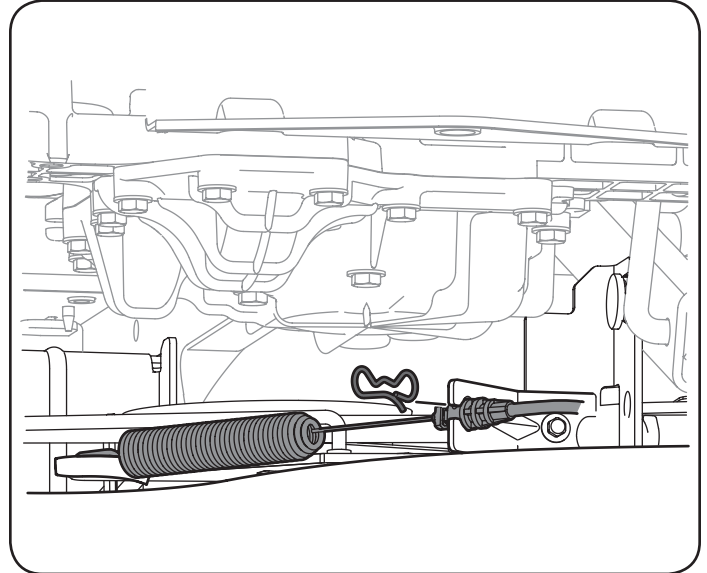

Figura 25
- e. Extraiga el pasador de chaveta que sujeta el cable de la PTO al soporte de la plataforma, tire hacia atrás del cable de la PTO, luego deslícelo fuera del soporte y desenganche el resorte del soporte intermedio. Vea la Figura 25.